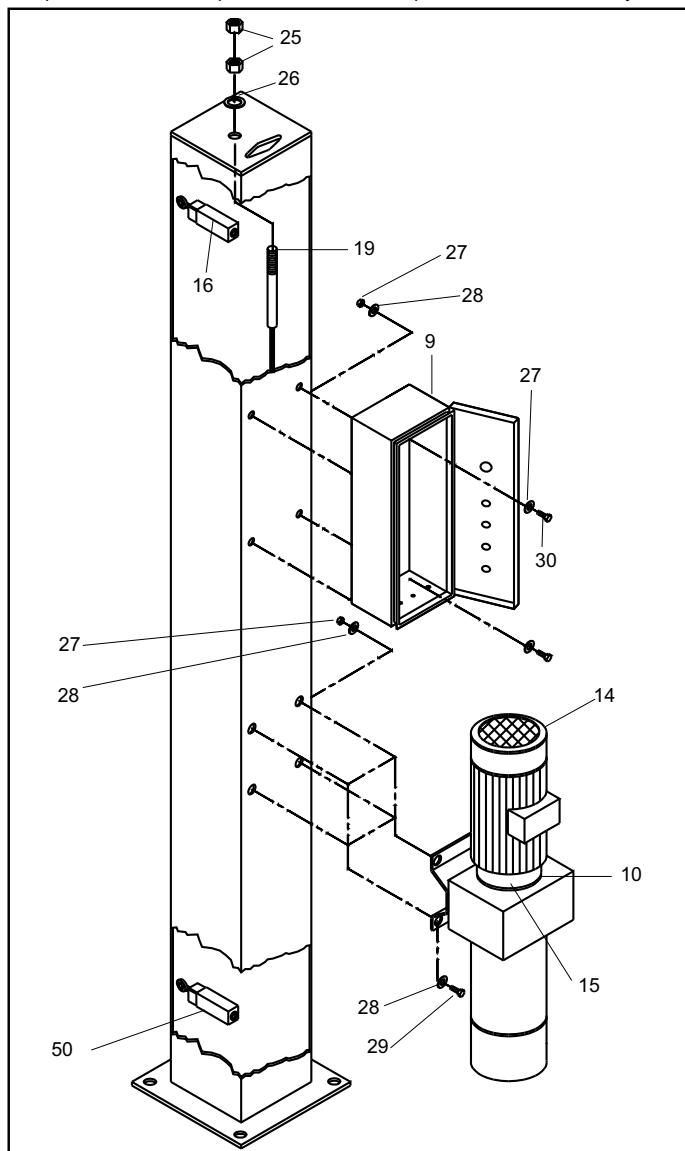

Fig.44 Preparazione colonna 1
Le colonne sono riconoscibili tra loro per la numerazione posta sulla parte superiore delle colonne stesse. La colonna comando (1) é inoltre riconoscibile dalle altre per via delle forature necessarie al montaggio del quadro comandi e della centralina oleodinamica (Fig.44). Fissare la centralina idraulica (10) alla colonna comando (1) mediante le viti TE M8 x 20 (29) e le rosette Ø8 x 16 (28). Montare il quadro comandi (9) mediante le viti TCEI M8 x 20 (30) e le rosette Ø8 x 16 (28). Eseguire i collegamenti elettrici ai morsetti (14) del motore, all'elettrovalvola di discesa (15) al fincorsa salita (16) ed al microinterruttore discesa (50) (vedi schemi elettrici).
The posts can be identified by the numbers at the top. The control post (1) is also distinguished from the others because it has drilled holes to receive the control panel and the hydraulic power unit (fig.44). Secure the hydraulic power unit (10) to the control post (1) using M8 x 20 H.H. screws (29) and 8 x 16 washers (28). Fit the control panel (9) using M8 x 20 socket head screws (30) and 8 x 16 washers (28). Make the electrical connections to motor feeding terminals (14), lowering solenoid valve (15), lift limit switch (16) and lowering microswitch (50) (see wiring diagrams).
Fig.44 post 1
Togliere i dadi M20 (pos.25, Fig.44) e le rosette Ø21x37(26) dall'estremità delle funi e inserire i terminali (19) delle stesse negli appositi fori delle piastre superiori delle colonne.
Fig.44: avvitare sui terminali (19) i dadi (25) e le rosette (26). Durante questa operazione è importante verificare che i sensori (17) siano correttamente posizionati sulle funi (18) figura 45.
Remove the M20 nuts (pos.25, fig.44) and the 21 x 37 washers (26) from the ends of the lifting cables and install the terminal blocks (19) in the relevant holes on the top plates of the posts.
Fig. 44: screw the nuts (25) and washers (26) onto the terminal blocks (19). During this procedure make sure that the sensors (17) are correctly positioned on the lifting cables (18) as shown in figure 45.